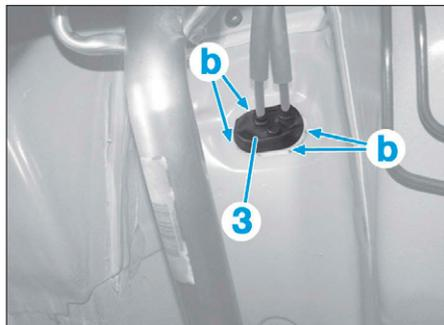

FIG. 12
- Dégrafer en (b) puis dégager l'entretoise de maintien (3) des câbles du plancher (Fig.12).